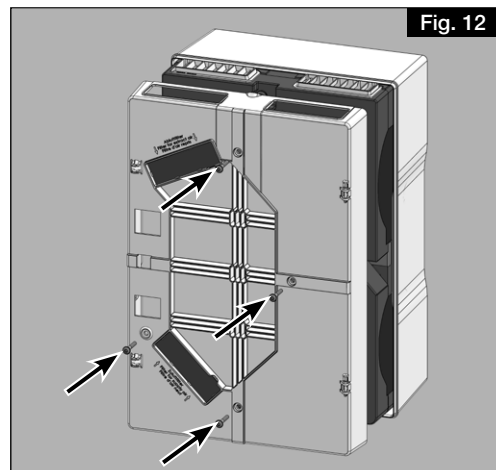

Fig. 12
7. Fixer le cadre avec les quatre vis au corps de l'appareil (voir Fig. 12).